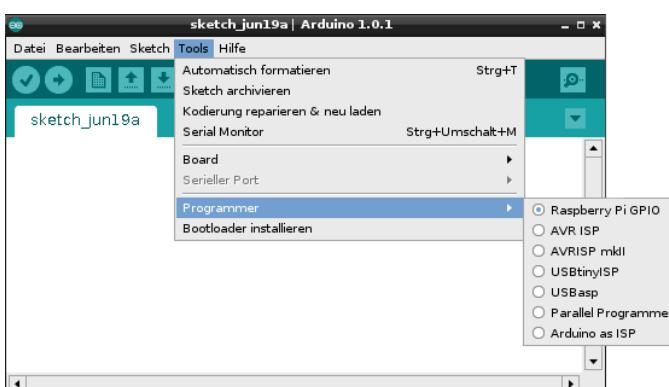

Abbildung 14.14 Wahl der Programmierschnittstelle
- ▶ Außerdem wählen Sie unter TOOLS • PROGRAMMER den Eintrag RASPBERRY PI GPIO als Programmierschnittstelle aus (siehe Abbildung 14.14).